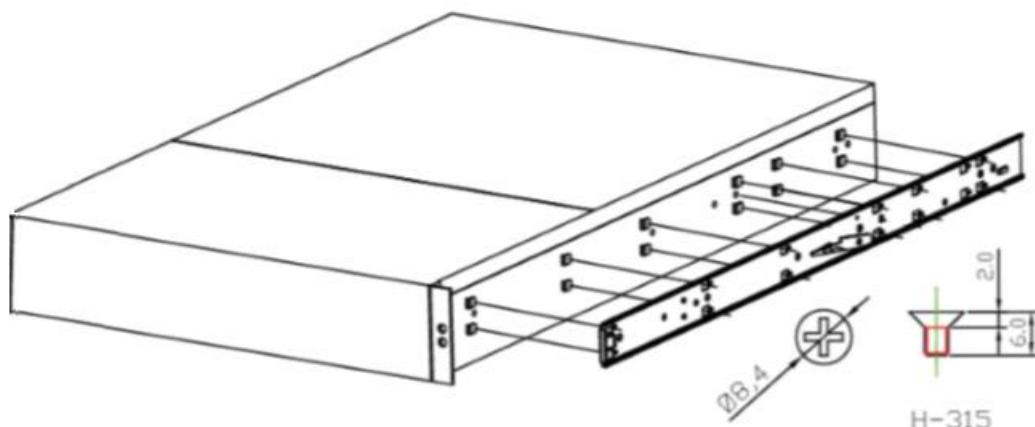

Рисунок 164 - Крепление элементы направляющей к корпусу
- 1) Совместить шасси с прямоугольными вырезами и заранее сформированным штыками на стороне шасси. После того как все штыки правильно войдут в вырезы, закрепить шасси винтами из комплекта поставки (см. Рисунок 164).